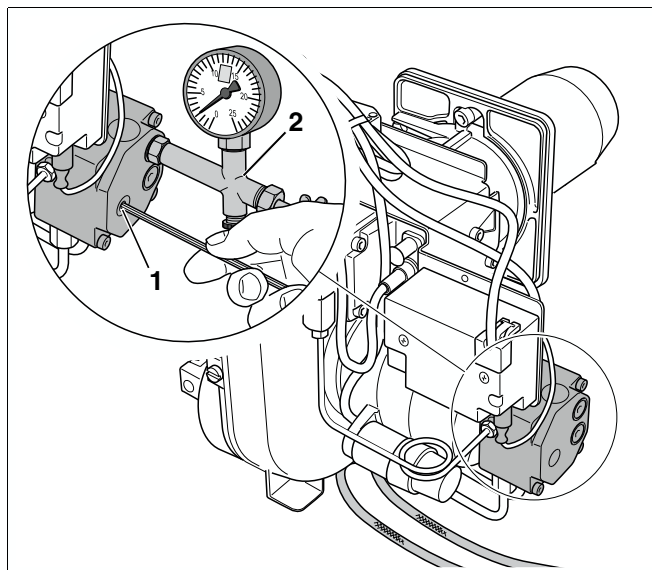

Рис. 9 Регулировка содержания CO_2 (регулировка давления топлива)
При незначительном повороте регулировочного винта (рис. 9, **поз. 1**) меняется давление топливного насоса, а также содержание CO_2 .
- Ввернуть манометр давления топлива (рис. 9, **поз. 2**) на соответствующее место подключения на топливном насосе (маркировка "P").